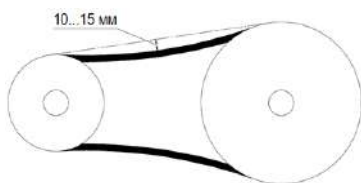

Рис. 4. Регулировка ремня
- проверить натяжение клинового ремня (см. рис. 4). При сжатии ремня в среднем положении, нормальный прогиб должен составлять примерно 10-15 мм;